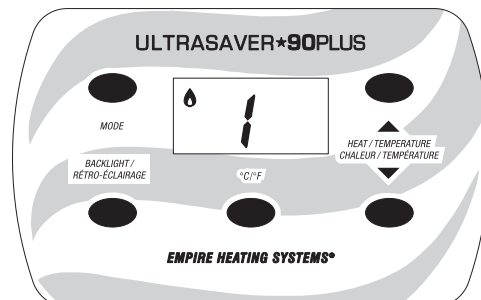

Figure 14
6. Une fois le brûleur allumé, l'icône de flamme sur le panneau d'affichage apparaît et l'appareil règle automatiquement le niveau de chaleur affiché sur l'écran. L'appareil s'allume toujours au Niveau 5 (Haut) avant de régler le niveau de chaleur sur celui affiché sur le panneau d'affichage. **Voir Figure 14.**